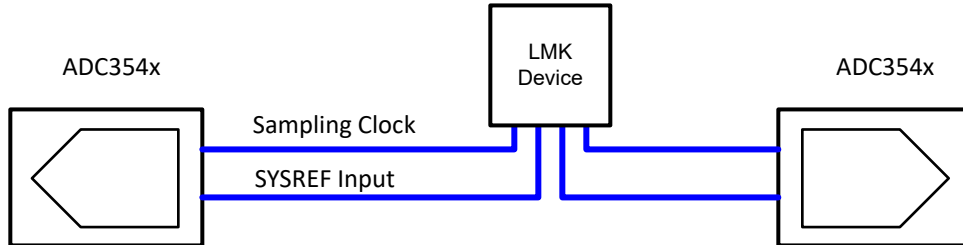

図 8-15. 2 つのデバイスの同期例
- DDC モード: デシメーション フィルタに関連する内部ブロック (クロック分周器、NCO 位相など) は、SYSREF 信号を使用して確定的状態にリセットされます。図 8-15 に示すように、デバイス間のクロックおよび SYSREF 信号の配線 (青色の線) を一致させることで、外部マルチチップ同期を実現します。